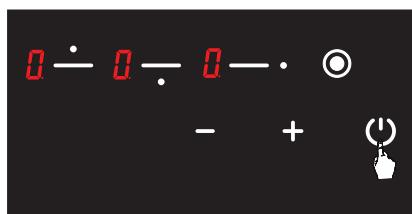

Рис. 8
1. Нажмите кнопку, чтобы включить варочную панель **○** (см. Рис. 8).